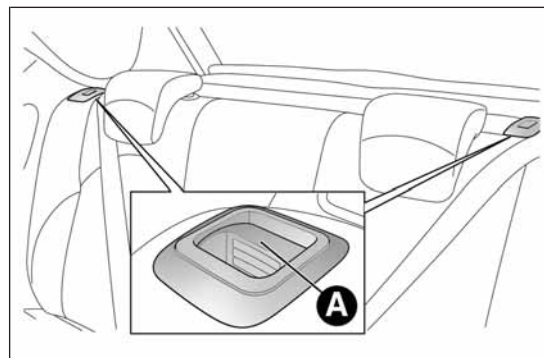

fig. 67
- ☐ levantar la palanca A fig. 67 de sujeción de los respaldos y abatir hacia adelante el cojín deseado (cuando se levanta la palanca A se ve una "banda roja").
Levantar el respaldo abatido anteriormente hasta oír el clic de bloqueo de los dos mecanismos de enganche, comprobando visualmente que desaparezca la "banda roja" presente en las palancas A fig. 67. La "banda roja" indica que el respaldo no se ha enganchado.